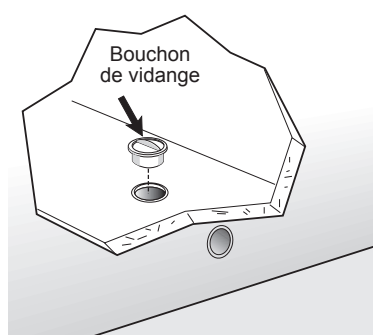

figure 4
- Retirez le bouchon de vidange à l'intérieur du congélateur (voir figure 4). L'eau de dégivrage s'écoulera. Vérifiez de temps en temps le récipient pour que l'eau ne déborde pas.